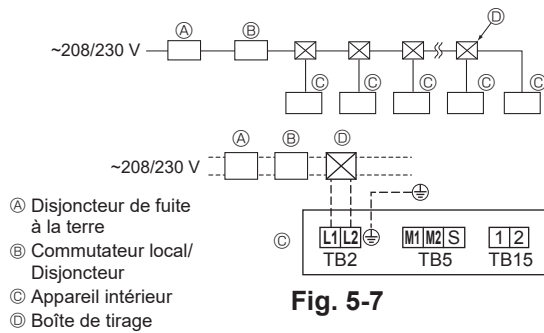

Fig. 5-7
5.2. Câblage d'alimentation (Fig. 5-7)